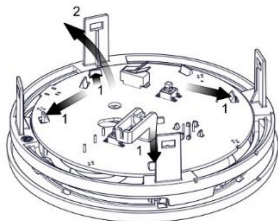

Figura 15
4. Desconecte la placa de circuito impreso de las lengüetas de sujeción (véase la *figura 15*).